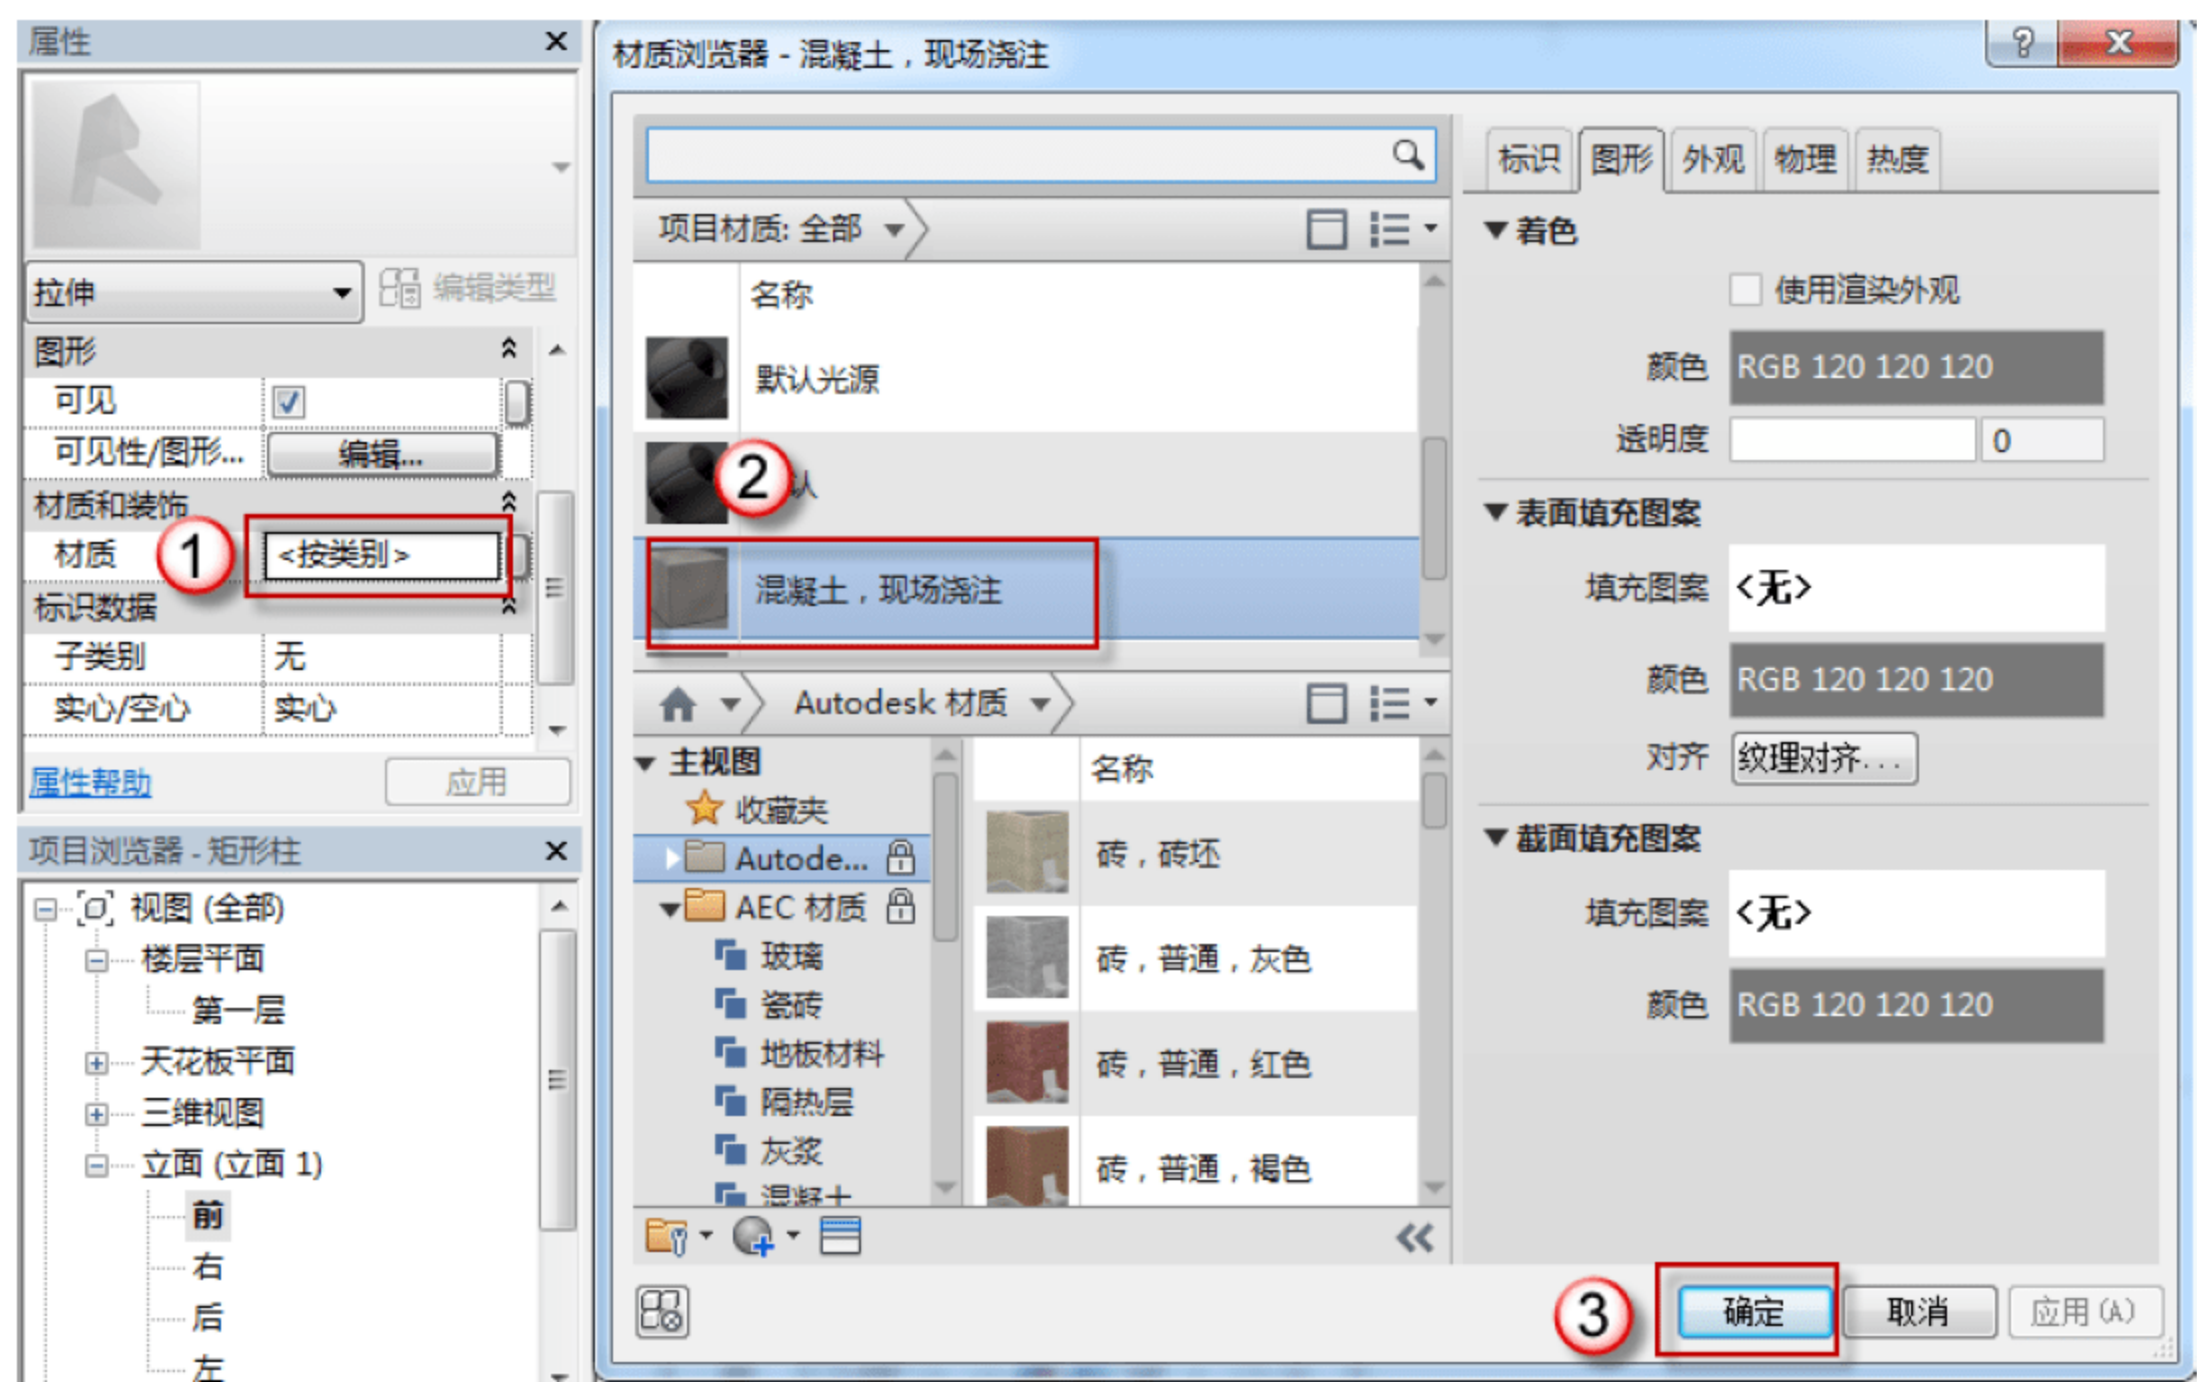

图 12.3.46 添加材质
(10) 添加材质。单击“材质”参数后面的“按类别”按钮，在弹出的“材质浏览器”对话框中选择“混凝土，现场浇注”选项，单击“确定”按钮，如图 12.3.46 所示。